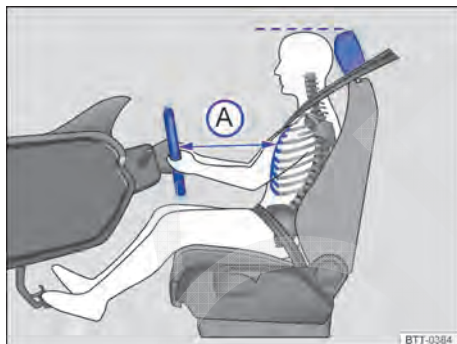
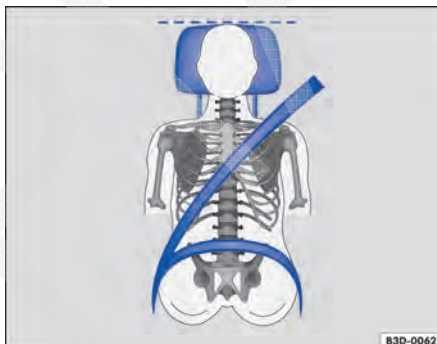

Fig. 36 A distância correta (A) entre o condutor e o volante deve ser de, no mínimo, 25 cm.
Fig. 37 Posição correta do cadarço do cinto de segurança e ajuste correto do apoio para cabeça.
- Ajustar o apoio para cabeça de modo que a borda superior do apoio para cabeça se encontre preferencialmente na mesma linha da parte superior da cabeça – porém não abaixo da altura dos olhos. Posicionar a nuca tão próxima quanto possível do apoio para cabeça ⇒ Fig. 36 e ⇒ Fig. 37.
- Ajustar o volante de modo que a distância ⇒ Fig. 36 (A) entre ele e o tórax tenha no mínimo 25 cm e que o condutor possa segurar o volante pela borda externa com as duas mãos e os braços ligeiramente flexionados.